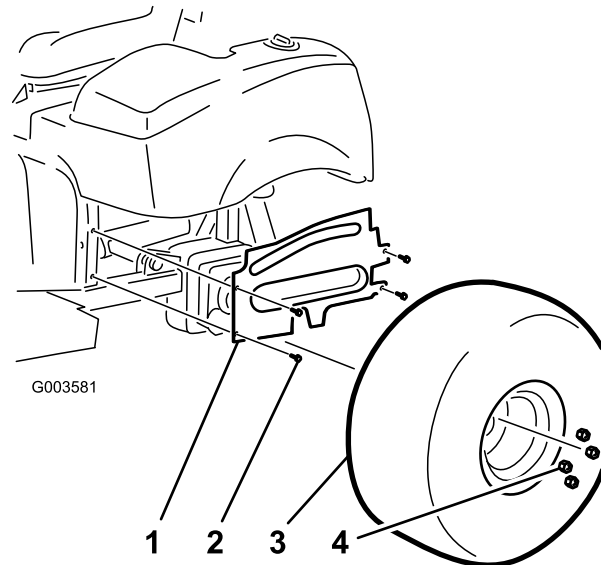

Bild 8
7. Montieren Sie das Abdeckblech am linken Rad mit den vorher entfernten Bundkopfschrauben am Rahmen (Bild 8).
8. Montieren Sie den linken Hinterreifen (Bild 8).